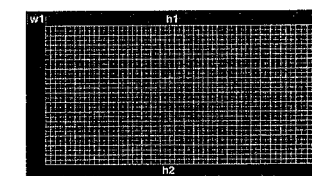

Fig.1
- Se mostrará la carta de ajuste (Fig.1).
- Ajustar la posición de la imagen (Fig.1) hasta que quede centrada.